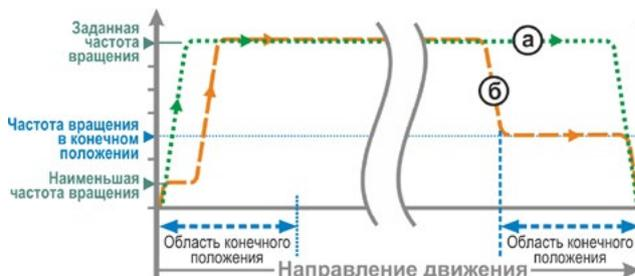

Рис. 3: Частота вращения в конечном положении, "быстрый старт/стоп"
- При отключении **в зависимости от пути** частота вращения снижается незадолго до конечного положения, чтобы привод остановился, не переехав конечное положение, см. рис. 3, участок **а**.